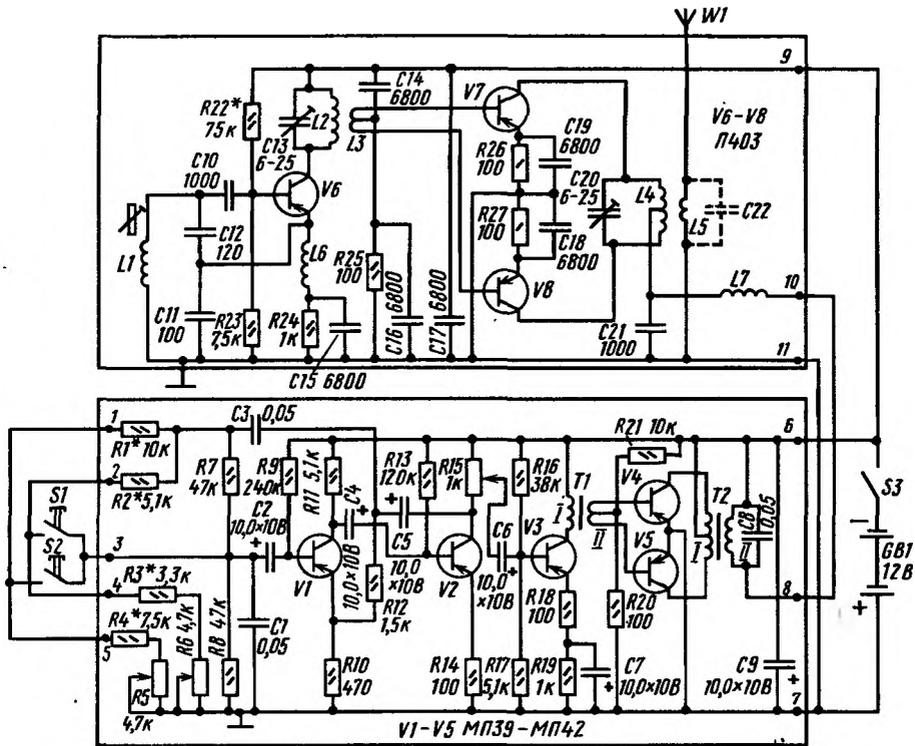

Рис. 352. Принципиальная схема двухкомандного передатчика для управления моделью
**Передатчик.** Принципиальная схема двухкомандного передатчика показана на рис. 352. Он, как видишь, транзисторный. Состоит из задающего генератора с усилителем мощности и модулятора, обведенных на схеме цветными линиями. Цифрами 1—11 обозначены точки подключения к платам передатчика источника питания и кнопочного пульта управления. Передатчик питается от батареи напряжением 12 В, составленной из трех батарей 3336Л.